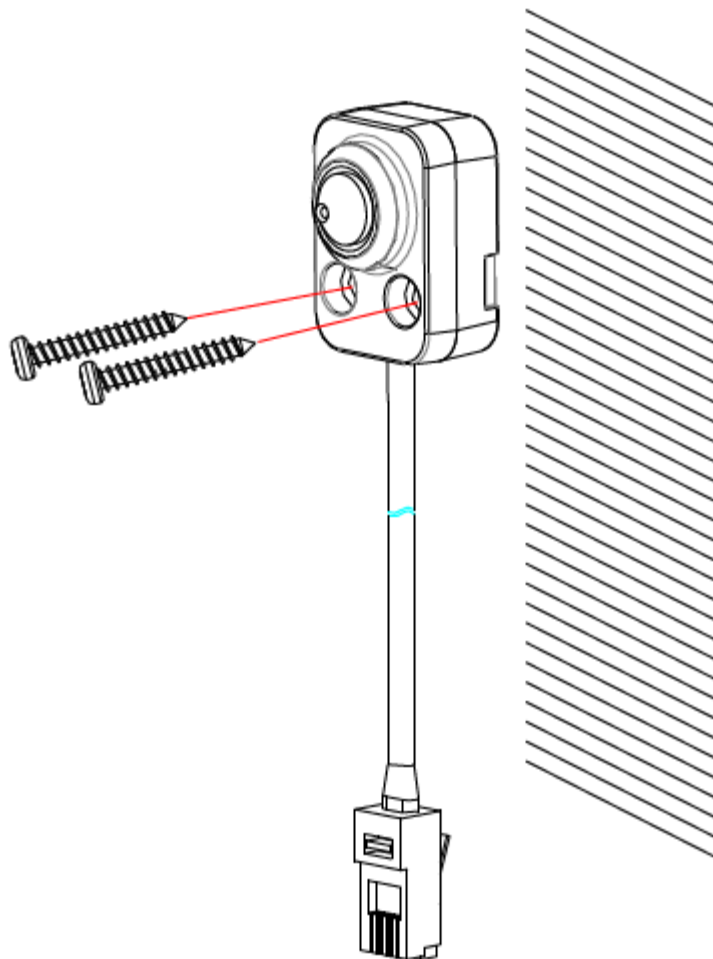

図 4-49 ブロック状センサユニットの固定
1. 取り付け面にブロック状センサユニットをネジで固定します。図 4-49 に示すように。